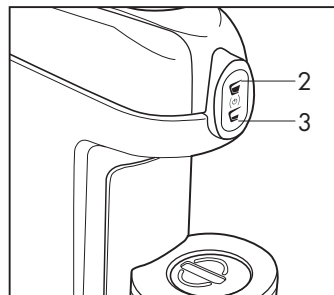

Fig. 4
- Accendere la macchina premendo uno dei simboli (2) o (3) o contemporaneamente i 2 simboli (2) e (3) (**Fig.4**) I simboli (2-3) lampeggeranno ad intermittenza, fino al raggiungimento della temperatura; quando i simboli (2-3) si illuminano in modo fisso, la macchina è pronta per l'uso.
Per utilizzare nuovamente la macchina premere un simbolo erogazione (2-3) ed attendere il riscaldamento: i simboli di erogazione (2-3) lampeggeranno ad intermittenza, fino al raggiungimento della temperatura; quando i simboli (2-3) si illuminano in modo fisso, la macchina è pronta per l'uso. (**Fig.4**).
La macchina può essere spenta premendo e tenendo premuto contemporaneamente per 5 secondi i simboli (2-3) (**Fig.4**)
- Controllare che non ci siano capsule all'interno della macchina e che ci sia acqua nel serbatoio (8); accendere la macchina premendo uno dei simboli (2-3) o contemporaneamente i 2 simboli (2-3) (**Fig.4**)